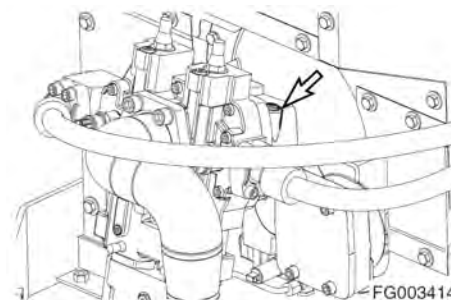

Рис. 164
1. При выключенном двигателе снять заглушки вентиляционных отверстий (рис. 164), чтобы убедиться в наличии масла.
2. Если масло отсутствует, заполнить насос маслом через отверстие (рис. 164).
3. Сначала следует установить на место заглушки вентиляционных отверстий (рис. 164).
5. Медленно ослабить заглушки вентиляционных отверстий (рис. 164) несколько раз, пока гидравлическое масло не начнет вытекать через отверстие. Это подтверждает, что воздух полностью вышел.
6. Затянуть заглушки (рис. 164).